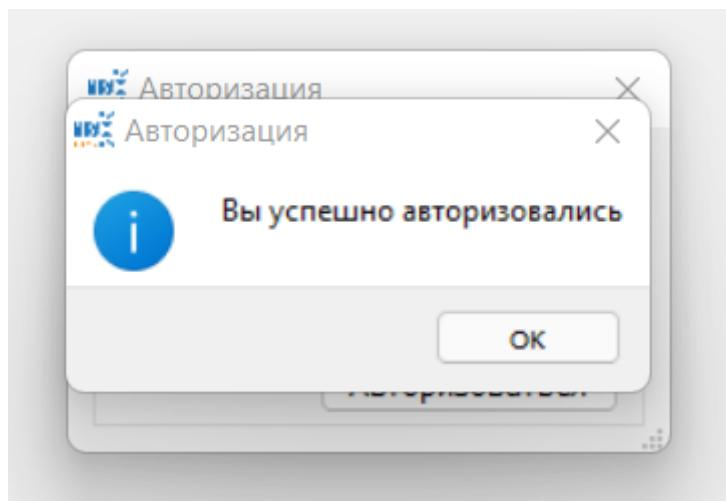
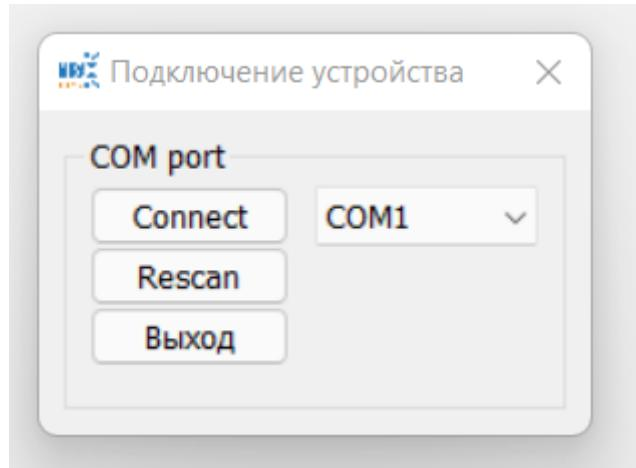

Рис. 5. Успешная авторизация.
Рис. 6. Окно подключения устройства.
окно Рис. 5 нажмите и отпустите кнопку «OK», и появится «окно подключения устройства» Рис. 6.
5. В «окне подключение устройства» Рис. 6 выберите com-порт, соответствующий включенному IR Link, далее нажмите и отпустите кнопку «Connect».